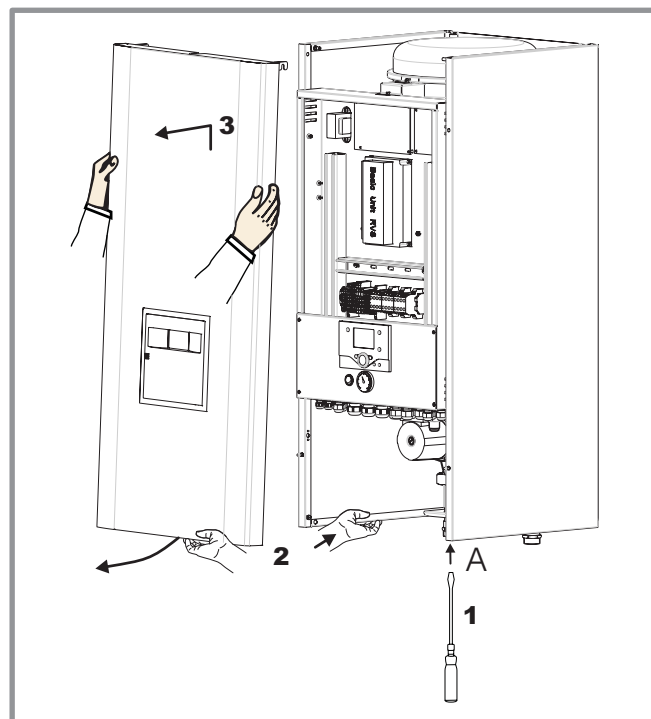

figure 16 - Dépose de la façade
- 1, 2, 3 : Déposer la façade (2 vis A, figure 16).